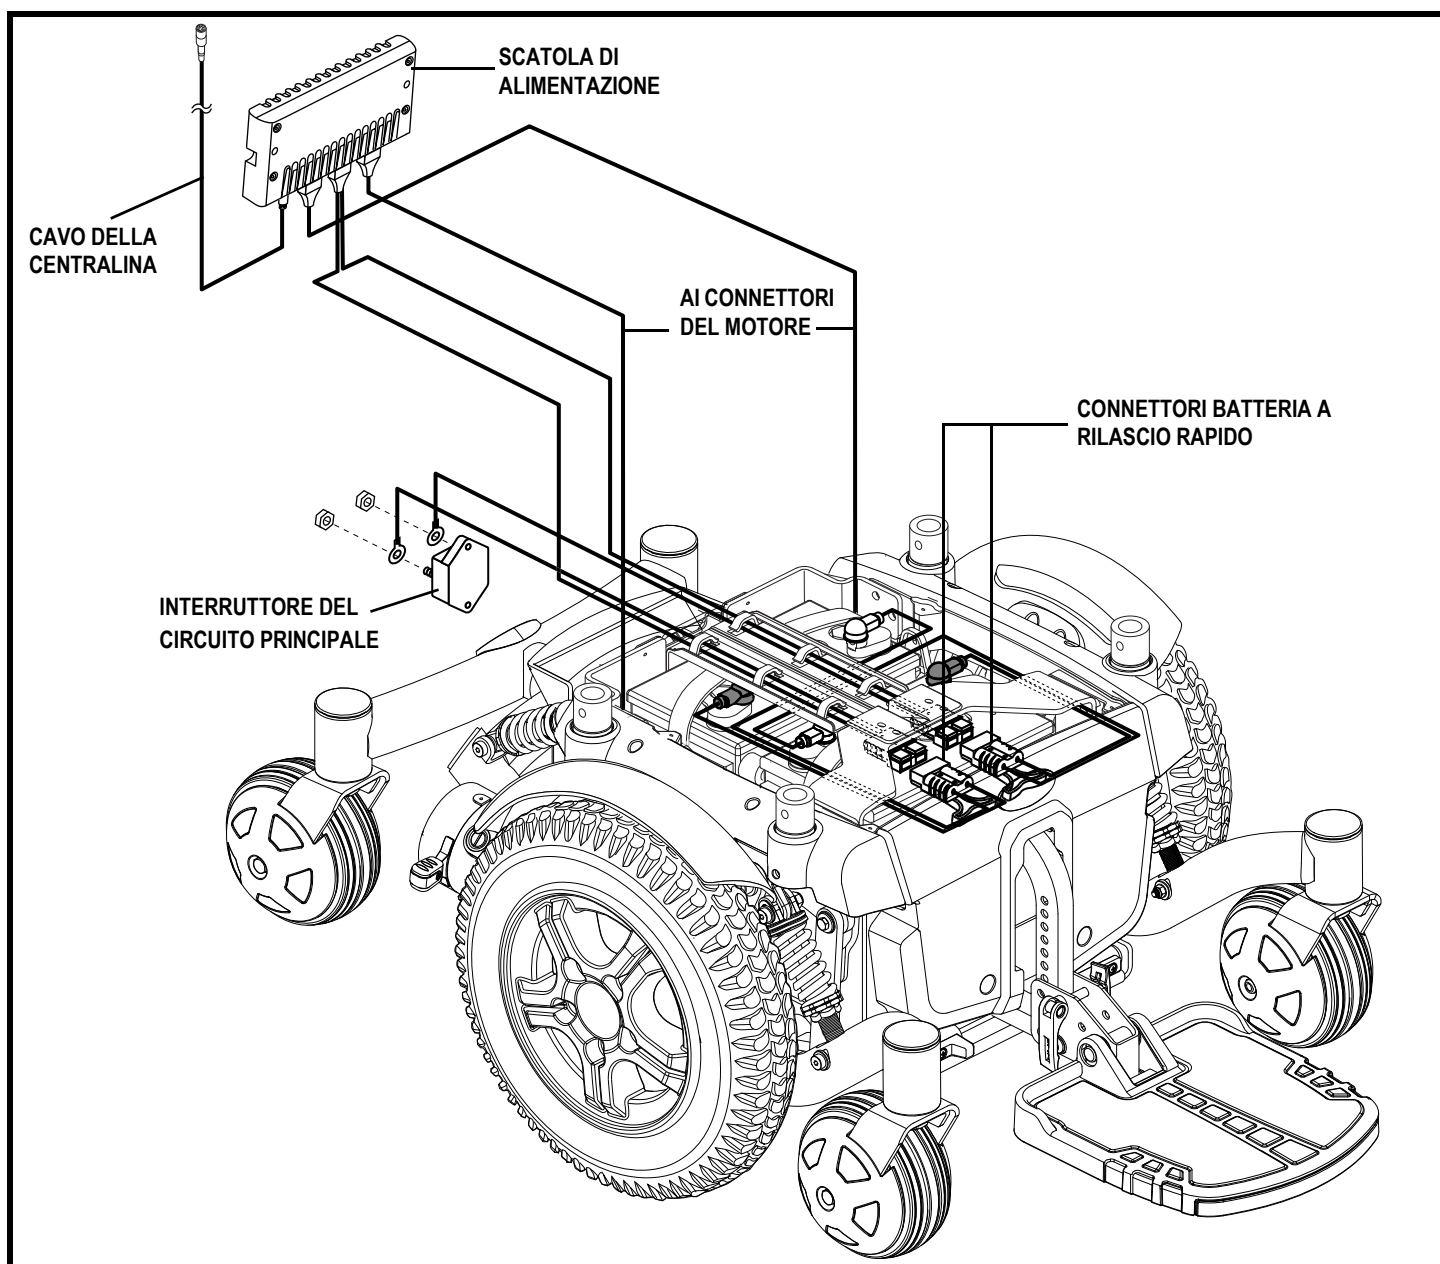

Figura 7. Componenti elettrici della Quantum 6000Z
Le componenti elettriche sono composte dal gruppo della centralina, dalle batterie e dai motori. Le batterie, i motori e il modulo della centralina (se fornito) si trovano sul gruppo della base elettrica. La centralina si trova sul gruppo del sedile. La connettività tra la centralina e i motori, le batterie e il caricabatteria è fornita per mezzo di uno o più strutture di cablaggio. **Vedere la figura 7.**
6. Collegare il connettore della centralina alla base elettronica. **Vedere la figura 7.**
4. Scollegare i connettori della centralina dalla base elettrica. **Vedere la figura 7.**